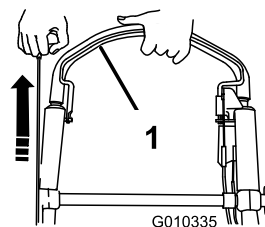

Рисунок 21
3. Удерживая штангу управления ножом прижатой к рукоятке, потяните за механический стартер (Рисунок 21).